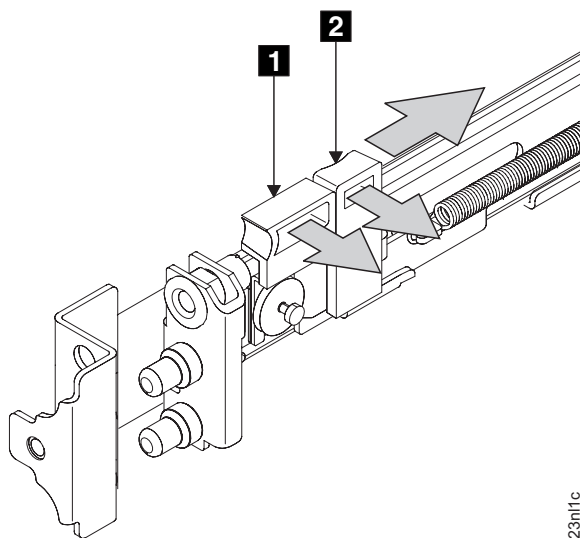

図 64. 前部ラッチ・ロック・キャリア・アセンブリーを開く
- ラッチ・レバー **1** をレール (図 64) の終端の方向に移動しながら、ラッチ・ロック **2** をレールから離れる方向に静かに押します。ラッチ・ロック・キャリア・アセンブリーが、ばねの強度でスライドします。